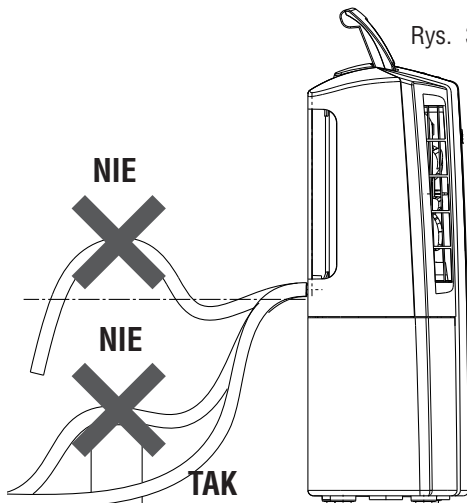

Rys. 2
- 1) Odkręcić korek odpływu ciągłego przekręcając go ruchem odwrotnym do ruchu wskazówek zegara, zdjąć gumowy korek z wylotu (rys. 2).